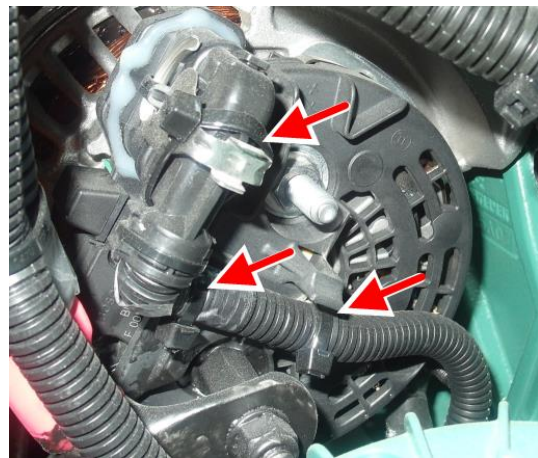

FIGURE 21
26. Brancher le câblage d'alternateur sur le connecteur de l'alternateur supérieur et fixer le câblage avec des attaches de nylon p/n 504637 placées aux endroits indiqués par les flèches rouges sur la FIGURE 21.